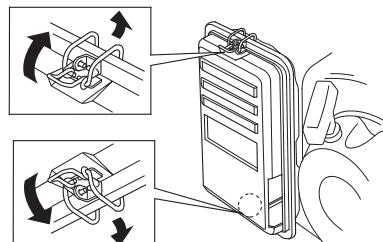

Рис. 8. Снятие крышки воздушного фильтра
1. Отстегните защелки крышки воздушного фильтра и снимите крышку воздушного фильтра (Рис. 8).